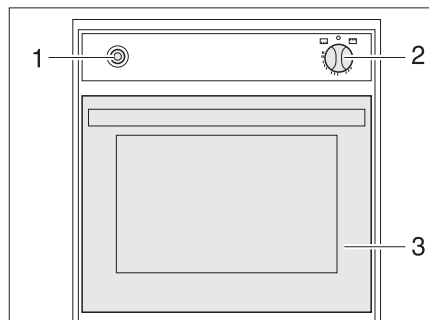

Fig. 343 Forno a gas (Spinflo)
- Aprire completamente lo sportello del forno (Fig. 343,3).
- Premere leggermente il pomello girevole (Fig. 343,2) e metterlo su "forno" o "GRILL" (grill).
- Premere il pomello girevole (Fig. 343,2) e tenerlo premuto per 5-10 secondi. Il gas fluisce verso il bruciatore.
- Premere l'interruttore di accensione (Fig. 343,1) finché la fiamma non brucia.
- Ruotare il pomello girevole (Fig. 343,2) su "O". La fiamma si spegne.